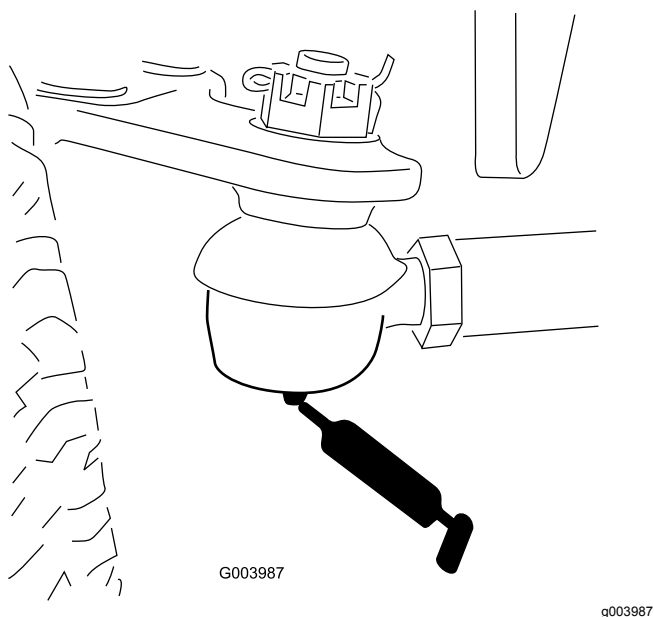

Figure 49
- Bielle d'essieu arrière (2) (Figure 49).